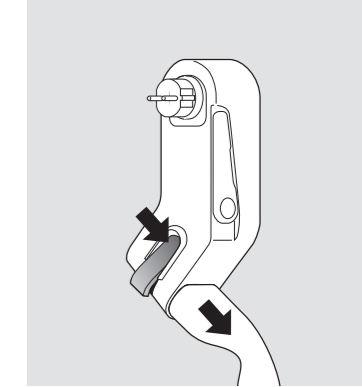

Fig. 3: Sblocco della presa di tipo 2
- Scollegare il Mobility Dock (A) dalla presa di corrente
- Sbloccare (D) il supporto a parete (E) e portarlo in posizione di partenza
- Se necessario, sbloccare la spina di ricarica con la leva arancione (B) e scollegarla (vedere fig. 3)